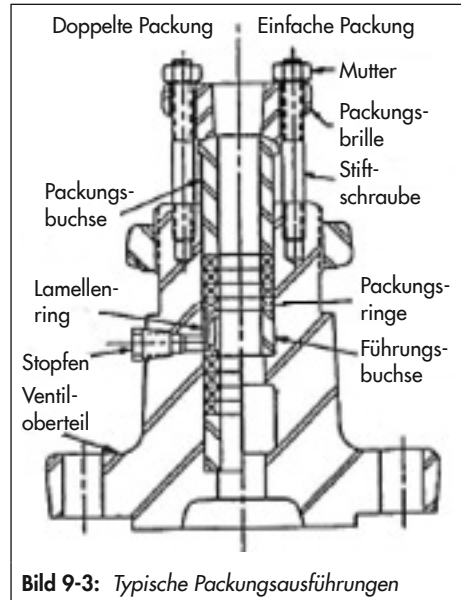

Bild 9-3: Typische Packungsaufbauten
9. Packungsteile mit einem geeigneten Werkzeug vorsichtig (speziell im Gewindeabschnitt) über die Kegelstange in den Packungsraum einschieben. Korrekte Anordnung beachten, vgl. Bild 9-3.
Packungsraum einschieben. Korrekte Anordnung beachten, vgl. Bild 9-3.
22. Packungsteile mit einem geeigneten Werkzeug vorsichtig (speziell im Gewindeabschnitt) über die Kegelstange in den Packungsraum einschieben. Korrekte Anordnung beachten, vgl. Bild 9-3.